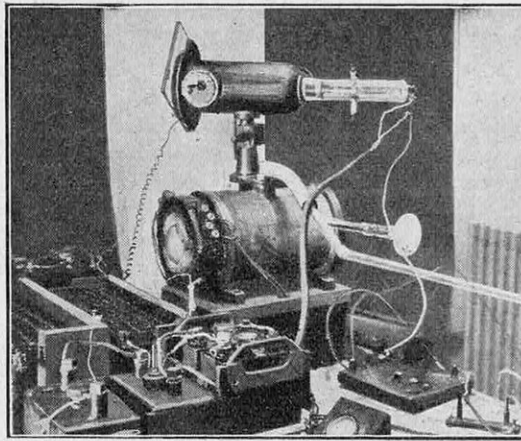

FIG. 8. — APPAREIL A CONCENTRATIONS MAGNÉTIQUES DES FAISCEAUX D'ÉLECTRONS LENTS DE J. THIBAUD
Enfin, il faut signaler qu'un ensemble de conceptions nouvelles, qui a pris, depuis, un développement considérable en Allemagne, en Angleterre, aux États-Unis, la « mécanique ondulatoire », est né grâce à Louis de Broglie, en marge de ce laboratoire. Un des concepts initiaux est l'assimilation de la propagation du corpuscule, du grain d'électricité, l'électron, à celle d'un faisceau de lumière (1). La figure 8 représente un appareil de l'auteur, dans lequel cette propriété se manifeste expérimentalement :